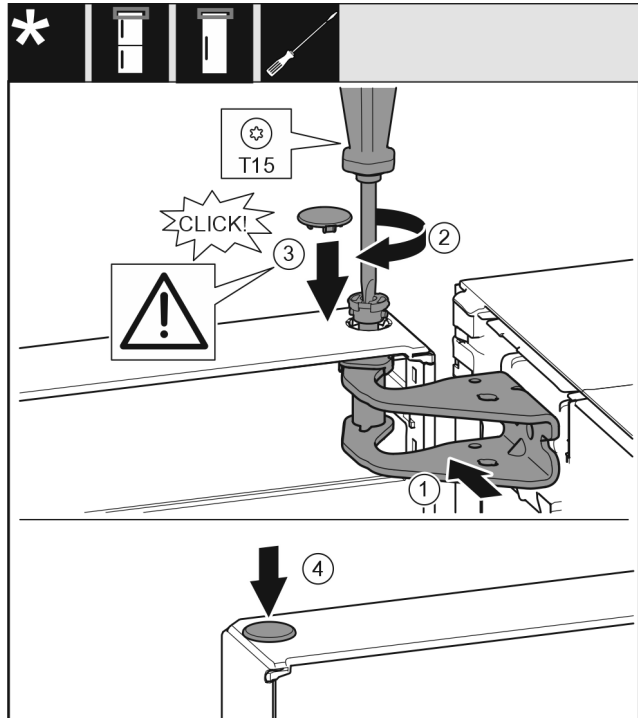

Fig. 22
- ▶ Выровняйте дверь сверху по отверстию в опорном кронштейне Fig. 22 (1).
- ▶ Вставьте палец Fig. 22 (2) и затяните отверткой.
- ▶ Установите крышку Fig. 22 (3).
- ▶ Проследите за тем, чтобы крышка Fig. 22 (3) прилегала к дверям.
- ▶ Установите крышку Fig. 22 (4).